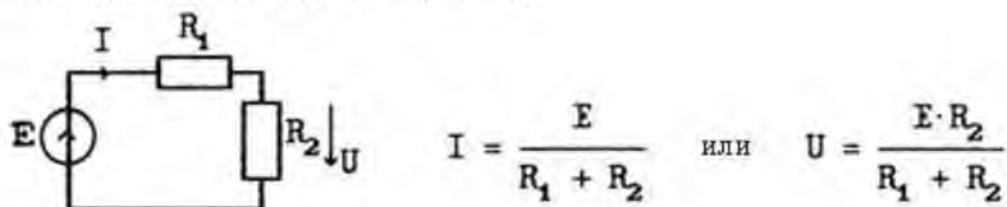

Рис. 1.3. Расчет цепи при последовательном соединении элементов
2. Стандартная схема расчета (рис. 1.3):